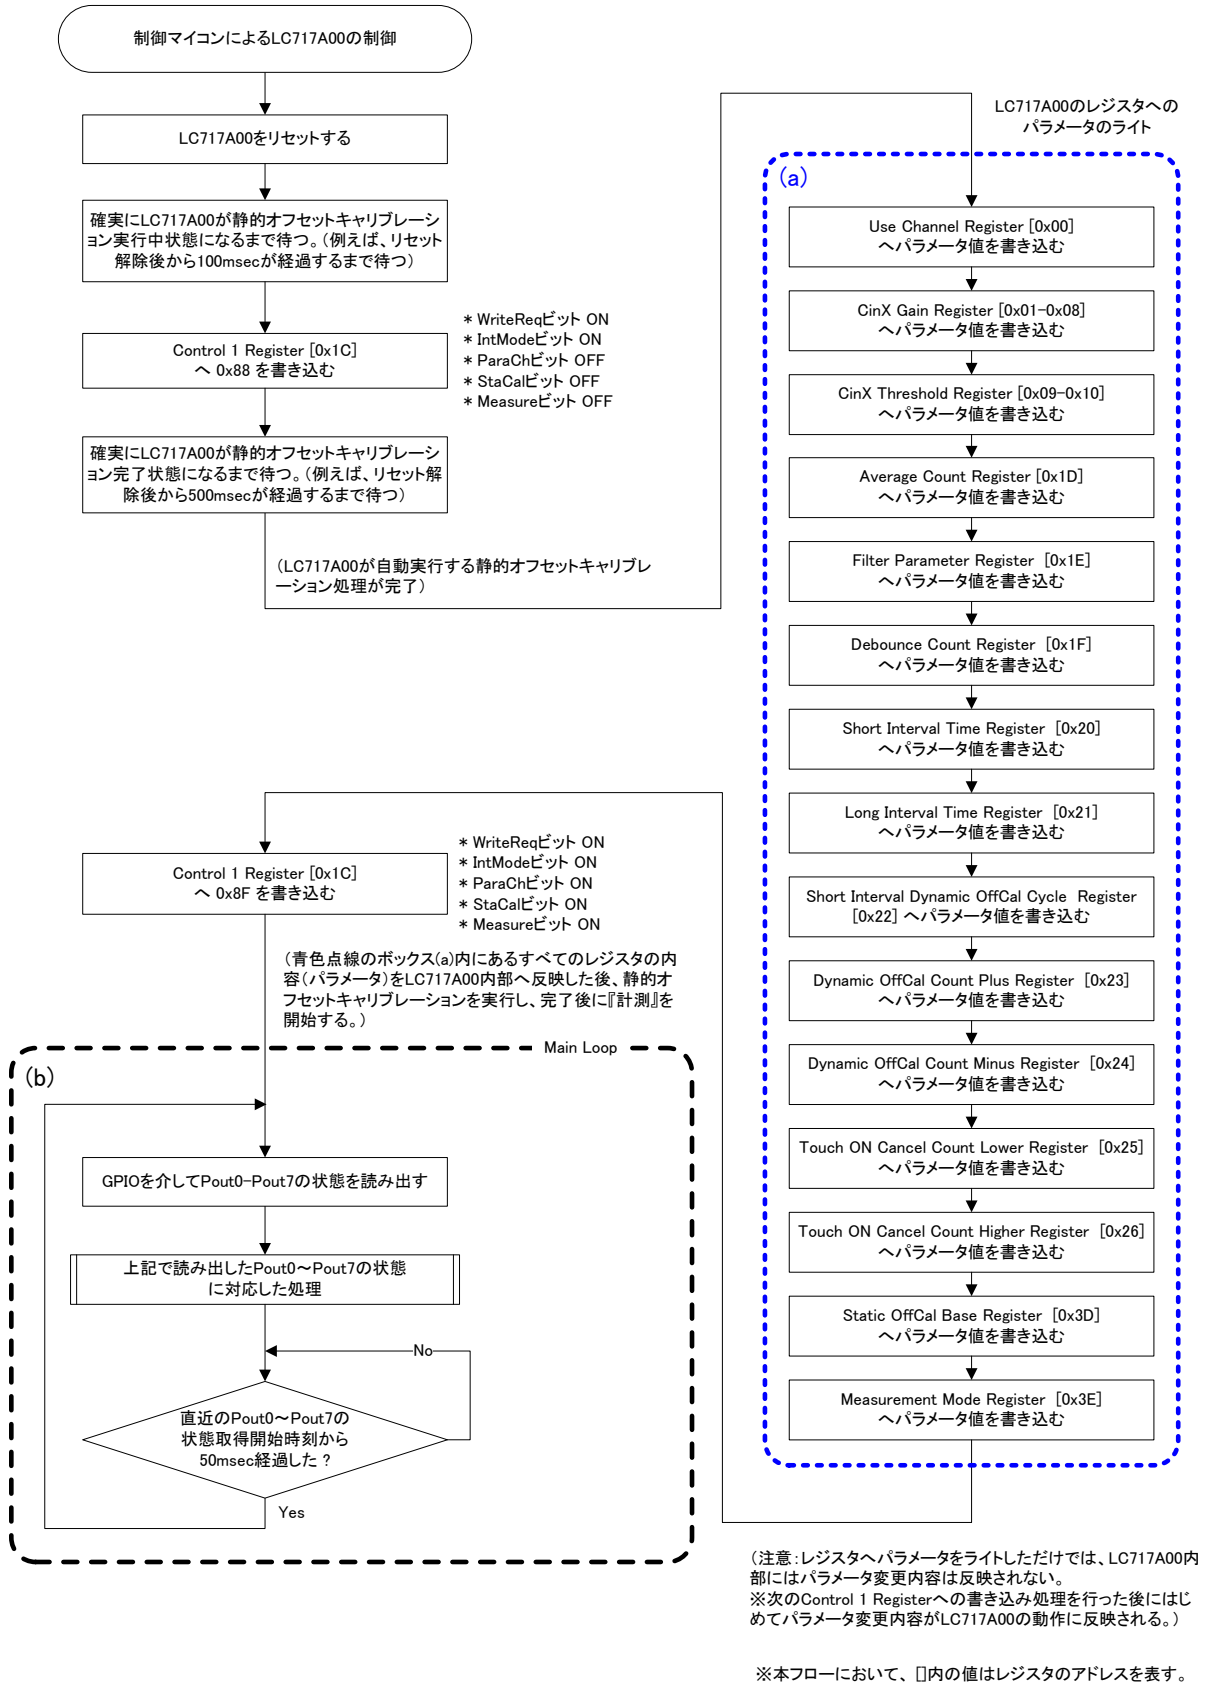

図 4-8 インターバルモード設定に設定し、Pout0~7 の出力をリードする場合の制御例
- (5) 制御マイコンは、新しい設定パラメータをLC717A00のレジスタ群にライトします。(具体的には、制御マイコンは、図4-8の青の点線で囲まれたボックス(A)内のすべてのレジスタまたは一部のレジスタに新しいパラメータをライトします。)